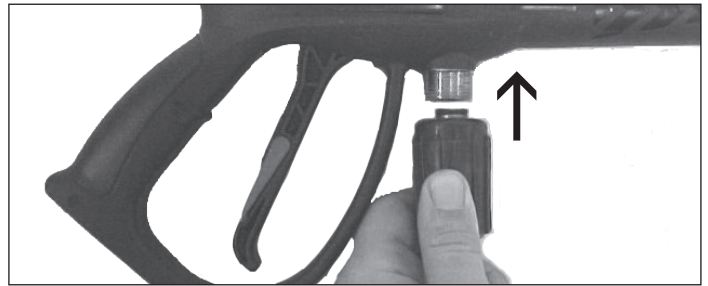

Figura 8 - Conecte la manguera de alta presión a la pistola
5. Conecte la lanza a la pistola (Ver Figura 8).